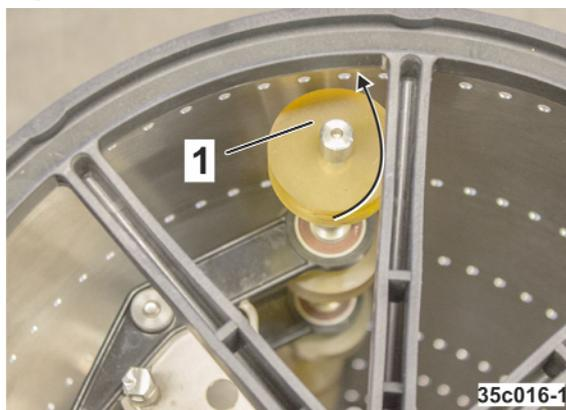

Fig. 332
1. Lochbedeckungsrollen (Fig. 332/1) an die Vereinzelungstrommel stellen.